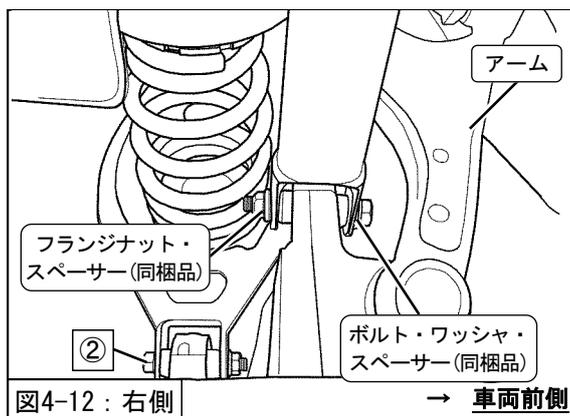
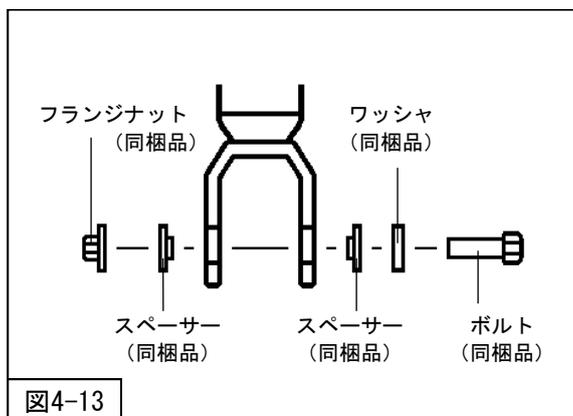

図4-12 : 右側
図4-13
②ロアリンク取付ボルト・ナット (締付トルク : 65~80N・m) を取付けてください。(図4-12)
フランジナット (M12・同梱品) (締付トルク : 100~120N・m) を取付けてください。(図4-12・図4-13)
※図4-12は右側を表しています。